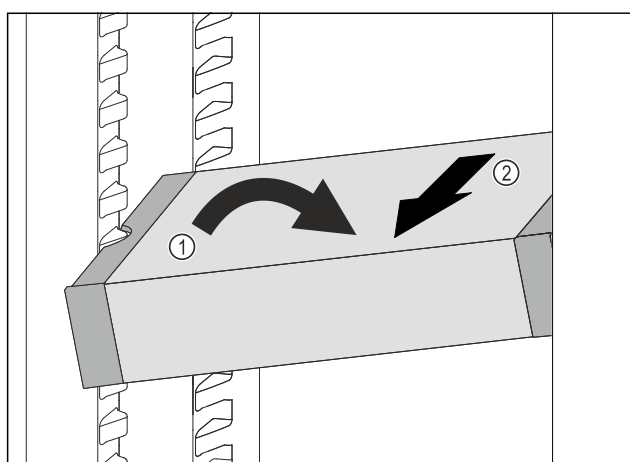

Fig. 147
- Impostare il vano frigorifero di VarioSafe ad angolo. Fig. 147 (1)
- Rimuovere VarioSafe tirando in avanti. Fig. 147 (2)